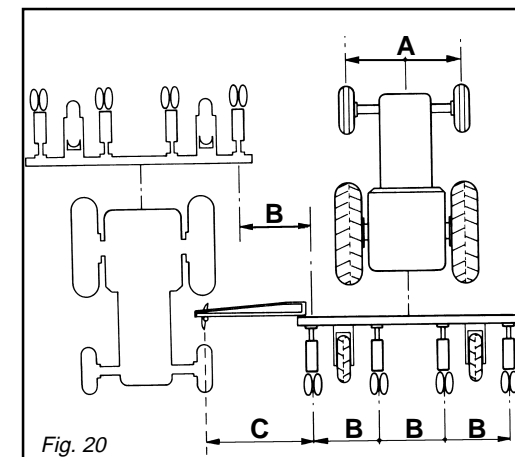

Fig. 20
Il segnafile è un dispositivo che traccia una linea di riferimento sul terreno, parallela al tragitto del trattore. Quando il trattore avrà terminato la corsa e invertito la marcia, procederà correndo con una delle ruote anteriori sulla linea di riferimento (Fig. 20). Ad ogni nuova passata, la seminatrice dovrà tracciare una linea di riferimento dal lato opposto della passata precedente. Il segnafile, viene abilitato a destra o a sinistra del trattore tramite un comando automatico (Fig. 21) azionato dal movimento del sollevatore del trattore. Per fare ciò è sufficiente alzare ed abbassare una volta il sollevatore del trattore.
*The row marker is a device which traces reference line on the ground parallel to the direction of the tractor. When the tractor will have finished its run and inverted its course, it will proceed with one of the front wheels on the reference line (fig.20). At each new passing the seeder will trace a reference line on the opposite side of the previous one. The row marker is enabled on the right or left of the tractor with an automatic control (fig. 21) triggered by the movement of the tractor lifter. To do this it is enough to lift and lower the tractor lifter once.*
Wenn der Schlepper seinen Lauf beendet hat und die Strecke zurückläuft, wird er mit einem der Vorderräder auf der Bezugslinie fahren (Abb. 20).
*Quand le tracteur a terminé sa course et qu'il fait un demi-tour, il roule avec l'une des roues avant sur la ligne de repère (Figure 20). A chaque nouvelle passe, la machine devra tracer une ligne de repère du côté opposé à la passe précédente. Le disque à tracer est positionné à droite ou à gauche du tracteur par une commande automatique (Figure 21) actionnée par le mouvement de l'élévateur du tracteur. Dans ce but il suffit de soulever et de baisser une fois l'élévateur du tracteur.*
El marcador de hileras es un dispositivo que traza una línea de referencia en el terreno, paralela a la trayectoria del tractor. Cuando el tractor habrá acabado la carrera e invertido la marcha, avanzará marchando con una de las ruedas delanteras sobre la línea de referencia (Fig. 20). Tras cada nueva pasada, la sembradora tendrá que trazar una línea de referencia por el lado opuesto al de la pasada anterior. El marcador de hileras se habilita a la derecha o a la izquierda del tractor a través de un mando automático (Fig. 21), accionado por el movimiento del elevador del tractor; para ello, es suficiente elevar y descender una vez el elevador del tractor.
Le tabelle di seguito riportate, servono per determinare la distanza (C Fig. 20) del disco segnafila dal centro del seminatore esterno.
The following tables are to determine the distance (C fig. 20) of the row marker disk from the centre of the external seeder.
Die hier folgend angegebenen Tabellen dienen zur Bestimmung des Abstands (C Abb. 20) der Spurreisserscheibe von der Mitte des aussenliegenden Säaggregats aus.
Les tableaux suivants servent à déterminer la distance (C Figure 20) du disque à tracer du centre du semoir extérieur.